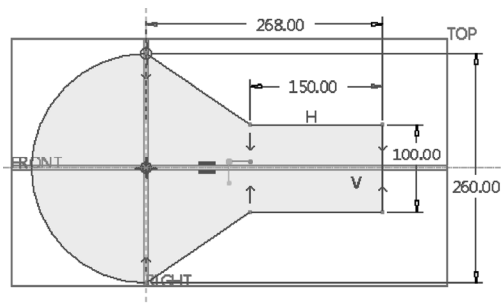

图 5-137 绘制闭合的二维图形
4) 绘制图 5-137 所示的闭合图形，单击  (确定) 按钮。